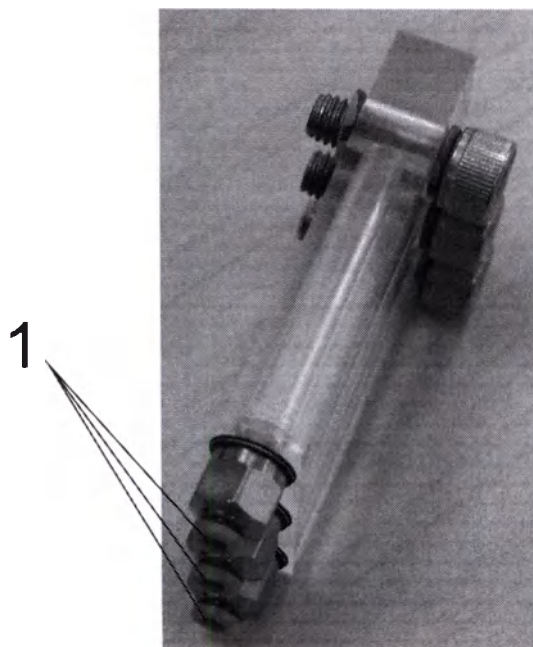

Рисунок 9 – фильтр управляющих выходов. 1 – выходы фильтра.
4) Установить фильтры управляющих выходов (рис. 9) на управляющие выходы, расположенные на боковой стенке БУ (рис. 3). Выходы фильтров должны быть направлены вниз.